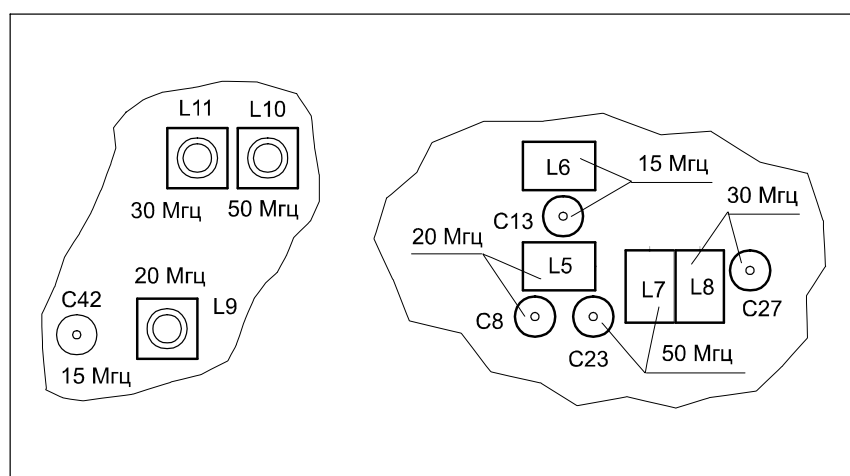

Рисунок 4.3 - Расположение элементов регулировки на плате генератора высокочастотного
4.4.7 Настройка платы ВЧ-генератора (см. рисунок 4.3) состоит из операций установки частоты задающего генератора и настройки выходного фильтра. Грубая настройка задающего генератора осуществляется подгибанием витков катушек L1...L4 (обычно это требуется делать только при выпуске прибора). Плавная настройка частоты производится подстроечными конденсаторами C8, C13, C23 и C27 (в соответствии с таблицей 4.1). Выходной фильтр настраивается подстроечными сердечниками катушек L5...L7 и подстроечным конденсатором C44 (в соответствии с таблицей 4.1). Критерием правильной настройки является минимальное падение напряжения на фильтре. Для настройки выходного фильтра необходимо установить на выходе калибратора напряжение одной из частот (15, 20, 30 или 50 МГц) и соответствующей регулировкой добиться минимального уровня на входе фильтра (выходной обмотке трансформатора T1). Для контроля уровня высокочастотного напряжения используется осциллограф С1-108 (с ВЧ-пробником). Частотные характеристики выходных фильтров ВЧ-генератора приведены на рисунке 4.8.